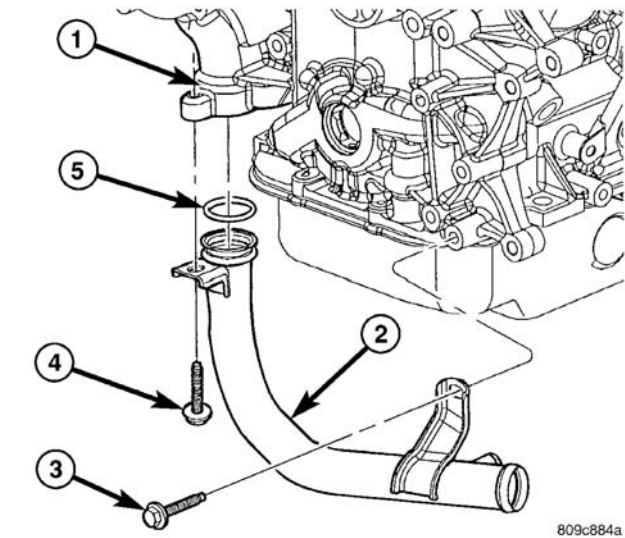

图 36 水泵进水管
- （5）卸下进水管的连接螺栓（图 36）。
- （6）卸下进水管（图 36）。丢弃 O 形密封圈。
- （3）将新 O 形密封圈放在进水管上（图 36）。
（4）安装进水管（图 36）。将螺栓拧紧至 28N • m（250in.lbs.）。